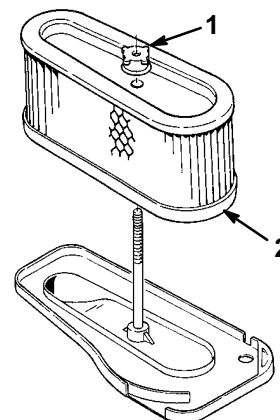

Figure 27
5. Dévisser l'écrou en caoutchouc et retirer l'élément en papier (Fig. 27).
2. Enfiler les éléments assemblés sur la longue tige, puis visser par dessus l'écrou en caoutchouc, en le serrant à la main (Fig. 27).